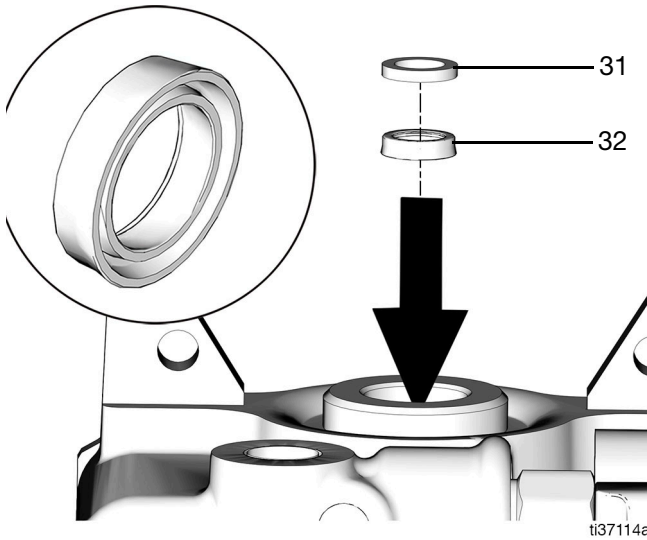

Рис. 50
1. Поместите уплотнение горловины (32) (U-образное) в корпус насоса выступами вниз (Рис. 50).
2. Поместите бронзовую шайбу (31) сверху уплотнения горловины (32) (U-образного) (Рис. 50).